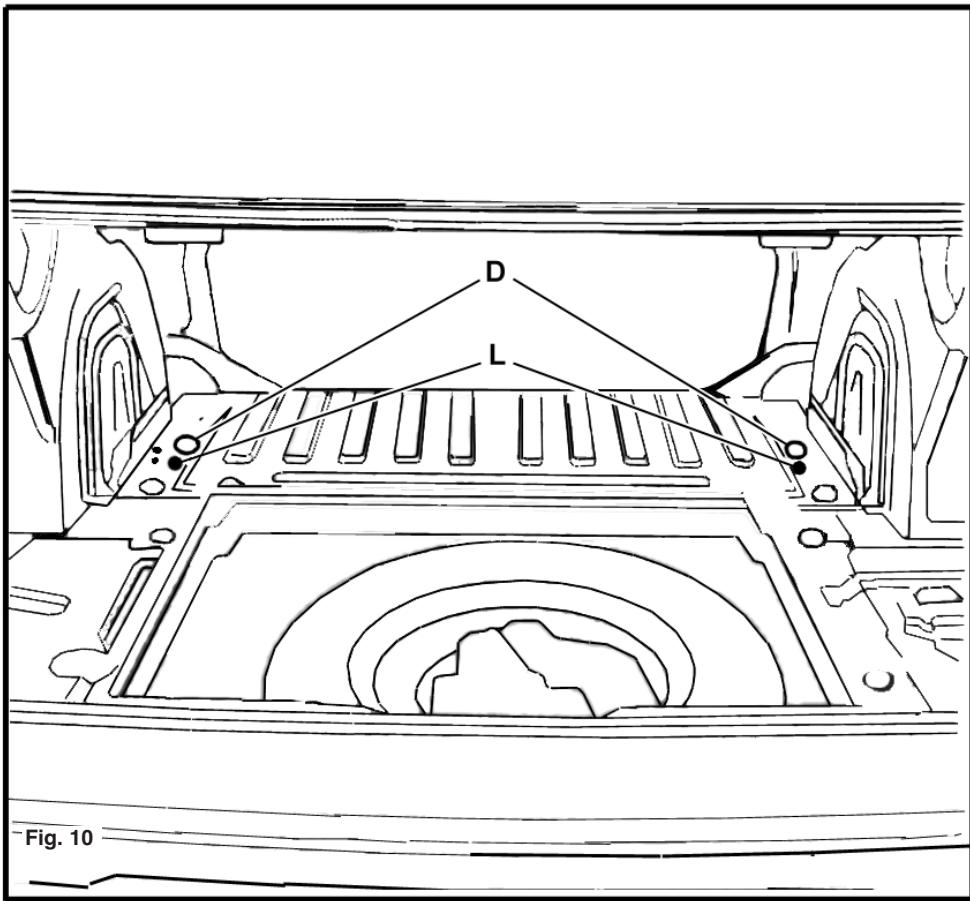

Fig. 10
LET OP : Controleer bij de voertuigen die voor oktober 2000 zijn geproduceerd of de gaten (D) op de juiste plaats zijn aangebracht en de montage van de steunen (4) en (5) toelaten. Zie fig. 10.
- 1 - Neem de pennetjes (L) links en rechts uit de bevestiging van het binnenwerk van de kofferruimte.
- 2 – Maak een gat van ø 24 mm in de bodem van de kofferruimte. Neem als middelpunt het gat van de centreerpen (L). Zie fig. 10.
NOTE: For vehicles manufactured before October 2000, please check that the holes (D) are correctly positioned to allow the supports (4 and 5) to be fitted . See fig. 10
- 1 - Remove the pins (L) right and left from the inner fittings of the luggage space.
- 2 - Make a hole of 24 mm diameter in the base of the luggage space. Use the pin hole (L) as a centre point / See fig. 10.
ACHTUNG : Bei den vor Oktober 2000 produzierten Fahrzeugen prüfen, ob die Löcher D an der richtigen Stelle angebracht worden sind und eine Montage der Halterungen 4 und 5 möglich ist. Siehe Abb. 10.
2. Im Kofferraumboden ein Loch (\varnothing 24 mm) anbringen. Als Mittelpunkt das Loch des Zentrierstifts L benutzen. Siehe Abb. 10.
UWAGA: dla pojazdów wyprodukowanych przed październikiem 2000, należy skontrolować, czy otwory (D) są prawidłowo usytuowane i czy możliwy jest montaż wsporników (4) i (5). Patrz rys.10.
1. Wyjąć bolce (L) z prawej i z lewej strony z materiału mocującego wyposażenie wewnętrzne bagażnika.
2. Wywiercić otwór o średnicy ø 24mm w podłodze bagażnika, biorąc za punkt odniesienia otwór bolca centralnego (L). Patrz rys. 10.